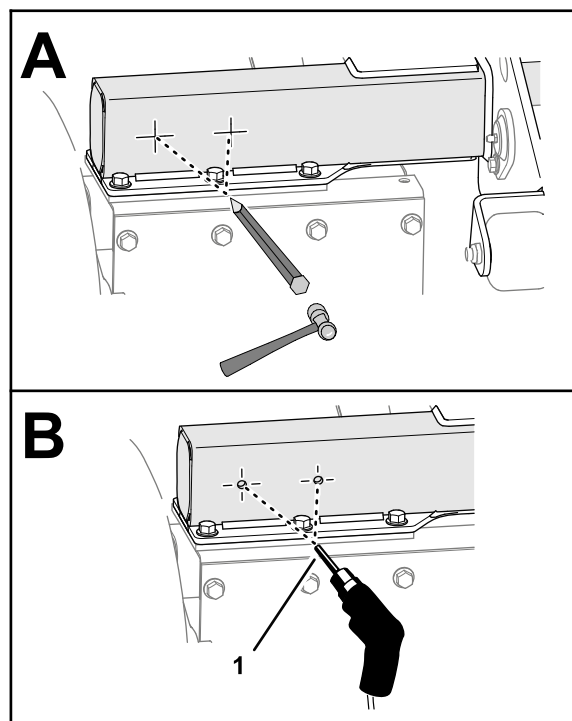

Figura 4
6. Perfore en el centro del punto donde se crucen las marcas (Figura 4).
5. Taladre en las marcas del centro con una broca de 11 mm (Figura 4) atravesando las dos paredes del tubo.